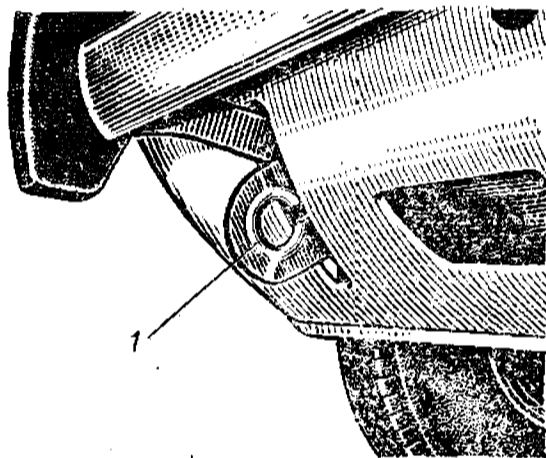

Рис. 33. Расположение правой буксирной проушины на автомобиле:
**Буксирование автомобиля.** Для буксирования автомобиля в передней части подmotorной рамы предусмотрены буксирные проушины (рис. 33). При буксировании автомобиля по шоссе или дорогам с твердым покрытием буксирный трос (канат, веревку) можно пропускать только в одну проушину.